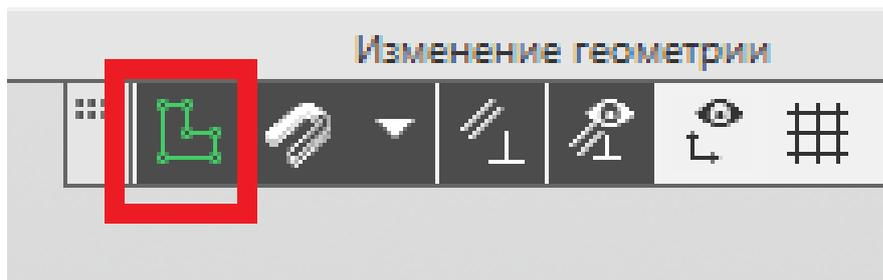

Рис. 25
22. Завершаем построение эскиза нажатием на пиктограмму «Создать эскиз» (рис. 25).